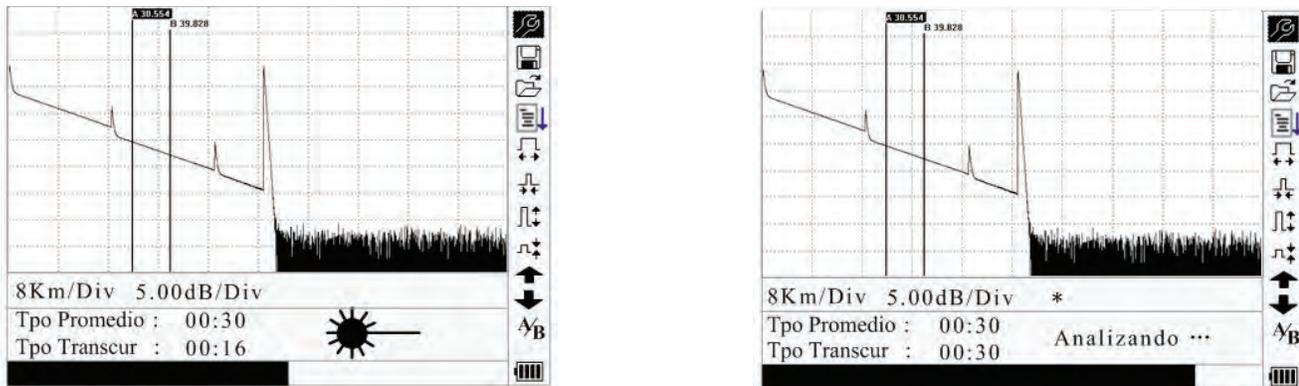

Figura 4-3. Medición
2. Oprima **Run/Stop** (Marcha/Parar) para comenzar la medición (Figura 4-3).